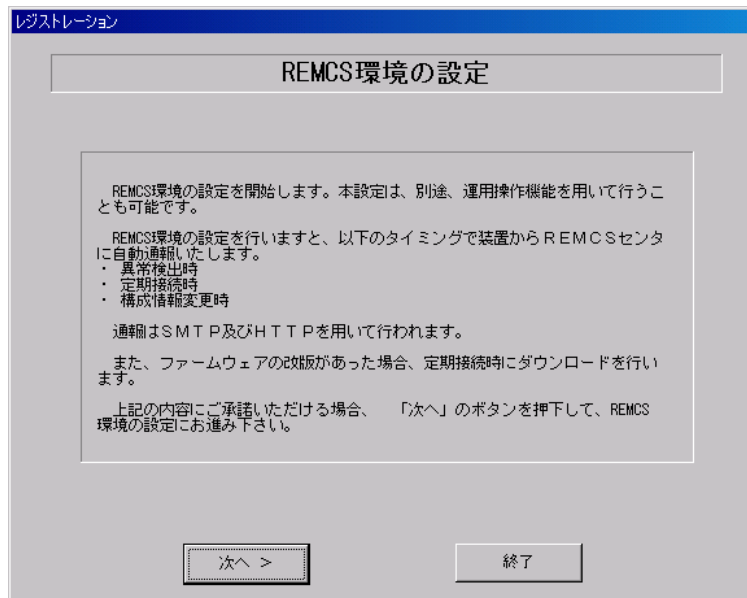

図 4-28 REMCS 環境設定(インターネット接続)
- 14 「4.2.1 レジストレーション(インターネット接続)」の完了後、つづけてREMCS環境設定画面(図 4-28)が表示されます。画面の説明をお読みください。